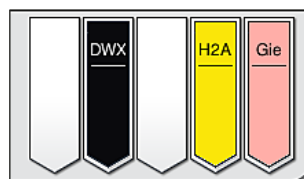

Fig. 89
- Une fois qu'un support de lames est passé par le cycle de coloration, il est transféré dans le tiroir de déchargement (→ "Fig. 19-4") ; puis déposé dans une position libre (→ "Fig. 89"). L'utilisateur en est informé par un message et un signal acoustique.